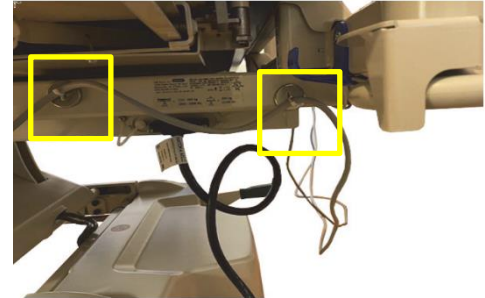

Fig. 2 - Aimants pour câble d'alimentation
4. Utilisez les aimants du câble d'alimentation pour que celui-ci reste fixé au cadre métallique du lit et ne tombe pas sur le sol. *Fig. 2*